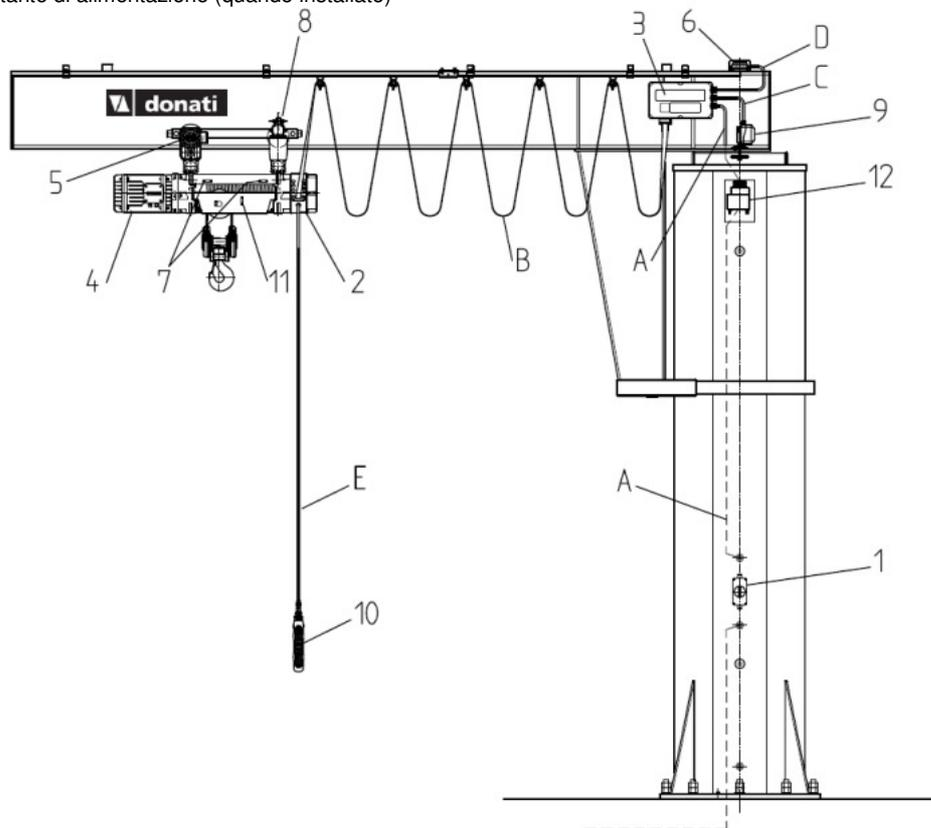

fig.38
- Il seguente schema (fig.38) indica il criterio con il quale sono individuate le utenze elettriche ed i percorsi dei cavi/conduttori. Tutte le utenze ed i cavi sono indicati e numerati sui relativi componenti.